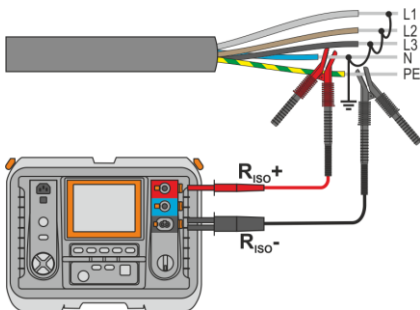

Abb. 4.1. Messung ungeschirmter Kabel
- Bei Stromkabeln sollte der Isolationswiderstand zwischen jedem Leiter und den anderen kurzgeschlossenen und geerdeten Leitern gemessen werden (**Abb. 4.1**, **Abb. 4.2**). Bei geschirmten Kabeln wird mit ihnen auch der Schirm kurzgeschlossen.